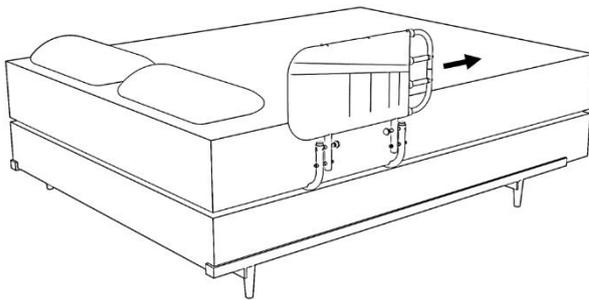

Figuur 2
4.1 Bevestig C aan D en F aan B met behulp van het bijgeleverde gereedschap (J), zoals aangegeven in figuur 2.